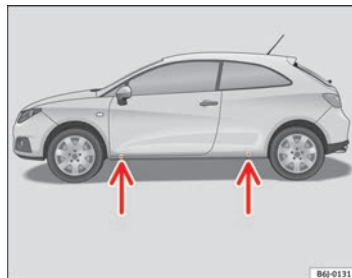

Fig. 128 Puntos de apoyo del gato
- Busque en el larguero inferior del vehículo el punto de apoyo mas cercano a la rueda pinchada ⇒ página 221, fig. 128.
En el larguero inferior van marcados los lugares en los que se puede apoyar el gato ⇒ página 221, fig. 128. Se ha previsto un lugar para cada rueda. El gato no debe colocarse en otros lugares.